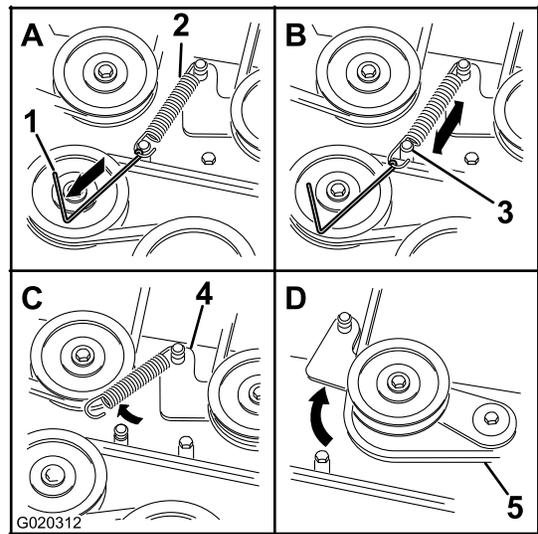

Figure 69
1. Acheminez la courroie neuve autour des poulies du tablier de coupe et de la poulie d'embrayage, sous le moteur (Figure 69).
2. À l'aide d'un outil de dépose de ressort (réf. Toro 92-5771), accrochez le ressort de tension à l'ergot situé sur le tablier, ce qui a pour effet d'exercer une tension sur la poulie de tension et la courroie du tablier de coupe (Figure 69).
5. À l'aide d'un outil de dépose de ressort (réf. Toro 92-5771), décrochez le ressort de tension de l'ergot sur le tablier pour éliminer la tension sur la poulie de tension (Figure 69).